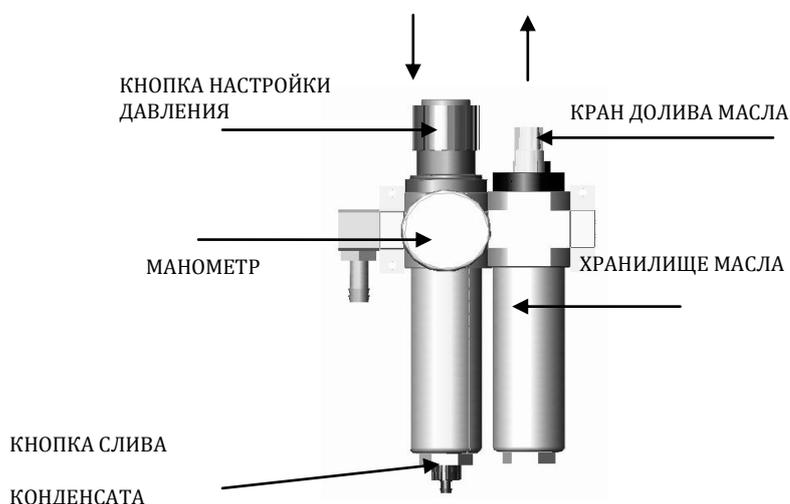

РИСУНОК 3
6.5. Перед подключением станка к пневмосистеме необходимо проверить ее параметры. Для правильной работы пневматической системы давление воздуха должно быть 6-8 Атм. Запрещена эксплуатация станка при давлении воздуха ниже 6 Атм. Для того, чтобы проверять и настраивать давление воздуха, смотрите показания манометра. (Рис.3).